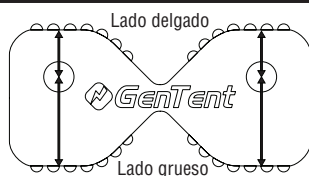
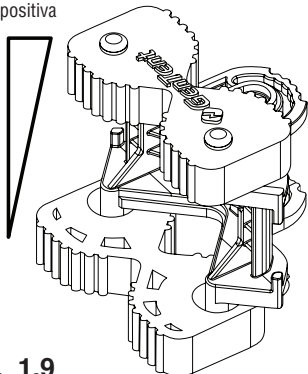

Fig. 1.4
Fig. 1.9
Los Gator Grommets™ (Fig. 1.4) se presionan sobre los pasadores del Angle Brace para crear un montaje de esquina. Los ojales permiten que el conjunto agarre la caja del generador sin estropear la superficie. Cada Gator Grommet™ tiene dos (2) grores que permiten un ajuste óptimo en varias formas de caja.
- e. Si tiene un caso que es recto hacia arriba y hacia abajo (caso vertical); instale ambos Gator Grommets™ de manera que el lado “delgado” (Fig. 1.4) quede hacia la caja del generador. (Figura 1.8)
- f. Si tiene un caso que se inclina hacia adentro en la base (pendiente positiva); instale el Gator Grommet™ superior con el lado “delgado” (Fig. 1.4) y el Gator Grommet™ inferior con el lado “grueso” (Fig. 1.4) hacia la caja (Fig. 1.9)
- g. Si tiene una caja que se inclina hacia fuera en la base (pendiente negativa); instale el Gator Grommet™ superior con el lado “grueso” (Fig. 1.4) y el Gator Grommet™ inferior con el lado “delgado” (Fig. 1.4) hacia la caja. (Figura 1.10)